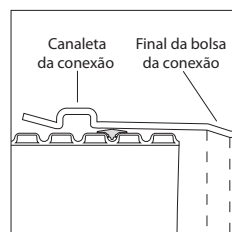

Figura 5
C.5) A montagem da ponta do tubo na bolsa da conexão, deverá ser feita até a ponta do tubo encostar no final da bolsa (Figura 5).